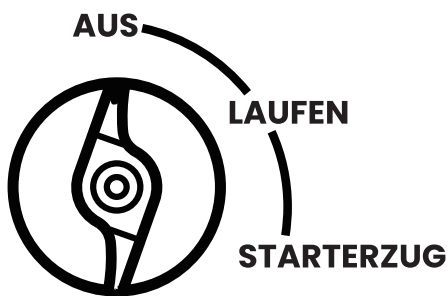

Abbildung 9: Drehen Sie den Motor-/Kraftstoffschalter in AUS Position
3. Stellen Sie den Motorsteuerungsschalter in Position AUS (siehe Abbildung 9).
Wenn ein Notfall eintritt und der Wechselrichter schnell gestoppt werden muss, stellen Sie den Motorsteuerungsschalter sofort in die Position AUS (siehe Abbildung 9).